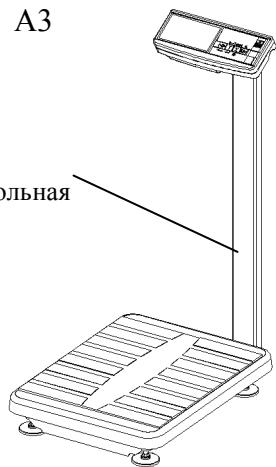
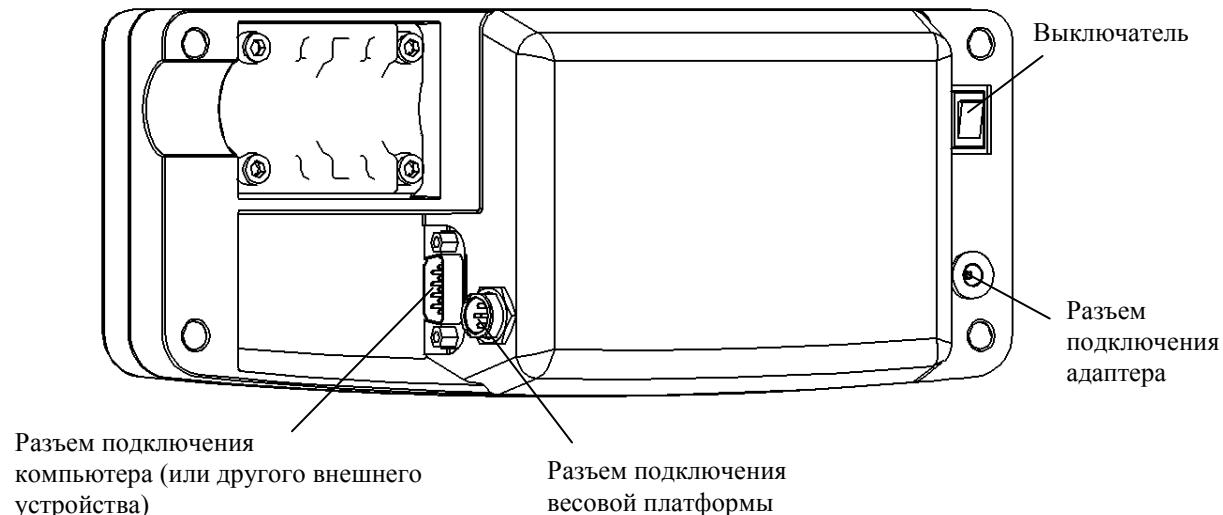

Рис. 6.1 - Внешний вид весов
Рис. 6.3 - Устройство индикации
Весы состоят из весовой платформы и устройства индикации (Рис. 6.1 - Рис. 6.3).
- Подсоединить разъем весовой платформы к устройству индикации (Рис. 6.3).
- Вращая стойку (Рис. 6.1), установить ее в удобное для работы положение и зафиксировать, плотно затянув винты в кронштейнах основания (восемь винтов). На входе в стойку оставить притупок кабеля длиной 20-30 мм.